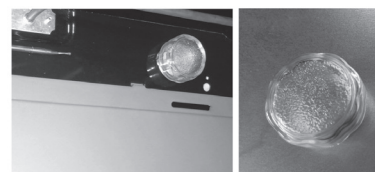

Fig. 6
1. Desenroscar la protección de vidrio del foco. **(Fig. 6)**